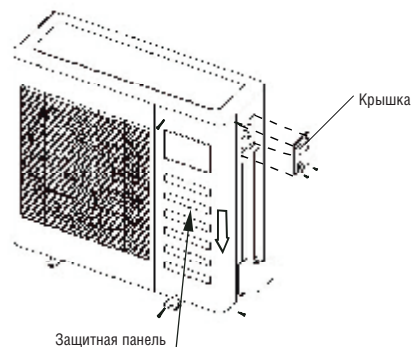

Рис. 13-1
- Отверните болты на крышке. (Если на наружном блоке нет крышки, извлеките болты из защитной панели и снимите ее, потянув в направлении стрелки). (См. рис. 13-1).